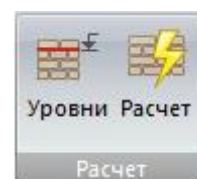

Рис. 146. Панель **Расчет**
- **Расчет** (рис. 146) – операции, связанные с редактированием расчетных уровней и расчет элементов из кладки.
Панель **Расчет** (рис.146) содержит следующие команды: